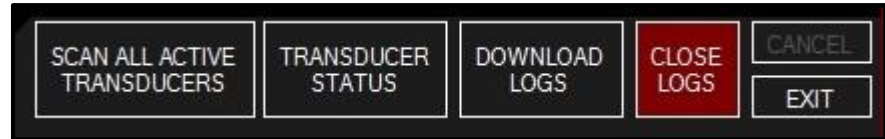

图 5.4-1: 关闭记录按钮
2. 选择“工具”键下的“Close Logs”或者点击主屏幕下方的“Close Logs”按钮（图5.4-1）。